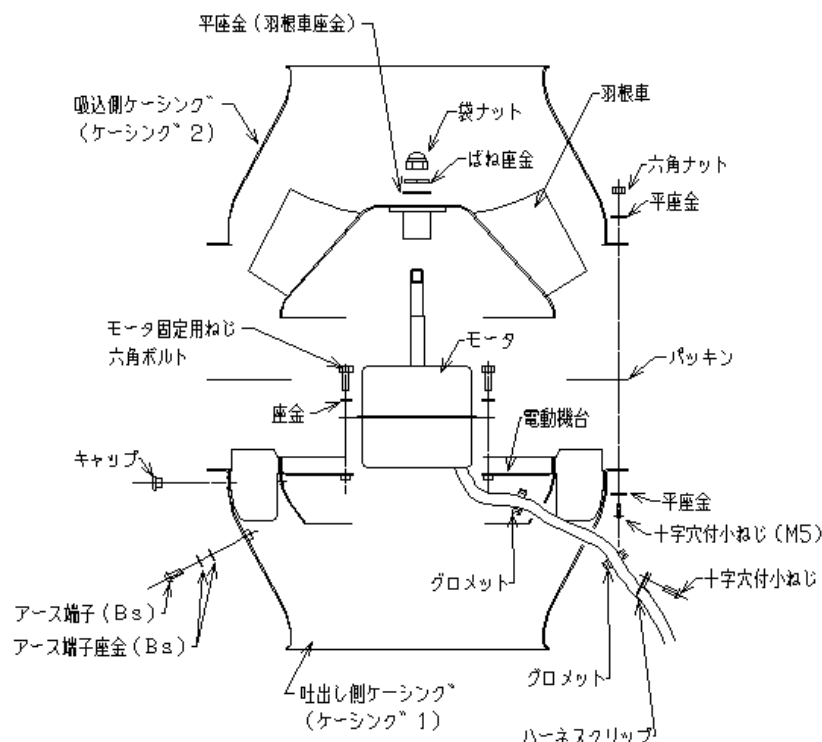

図7 ファンの分解図
下記に分解の手順を示します。本ファンは標準仕様ですが、特殊仕様のものもありますので注意して読んでください。（図7ファンの分解図参照願います）
- (4) 内部ファンを分解する場合は、図7 ファンの分解図を参照して、吐出し口側が下になるように置き、吐出し側ケーシングと吸込側ケーシングを固定している十字穴付丸小ねじ（M5×2個）を取り外し、吸込側ケーシングとパッキンをはずしてください
- (5) 羽根車を固定している袋ナットを取りはずし、電動機軸から ばね座金、平座金、羽根車、の順で抜き、取りはずしてください。
- (6) 吐出し側ケーシングの電動機固定用小ねじまたはボルト、座金を取りはずしてください。
- (7) ケーシング外側の電動機リード線固定用のハーネスクリップの小ねじを取りはずし、ケーシングの外筒、内筒のリード線貫通穴からリード線を抜いてください。
- (8) 電動機をケーシングから取りはずしてください。